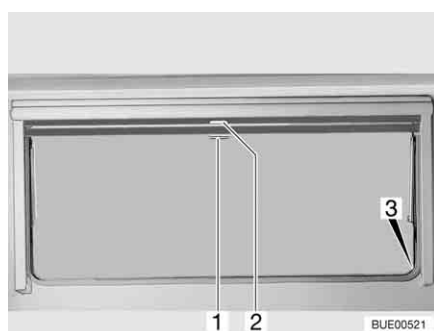

Fig. 52 Finestra apribile
- Tirare verso il basso l'oscurante a rullo accompagnandolo con la maniglia (Fig. 52,2). Quando si chiude completamente l'oscurante a rullo esso va agganciato da entrambi i lati al telaio della finestra nell'apposito elemento di fissaggio (Fig. 52,3).
- Quando l'oscurante a rullo è completamente chiuso: Spingere la maniglia (Fig. 52,2) verso il basso tirandola leggermente verso l'interno. Sganciare l'oscurante a rullo dagli elementi di fissaggio a destra e a sinistra del telaio della finestra.
- Quando l'oscurante a rullo si trova in posizione intermedia: Tirare la maniglia (Fig. 52,2) leggermente verso il basso finché l'elemento di fissaggio non si è sganciato.
- Tirare la maniglia (Fig. 52,1) della zanzariera a rullo verso il basso e agganciarla all'elemento di fissaggio (Fig. 52,3) su entrambi i lati del telaio della finestra.
- Spingere la maniglia (Fig. 52,1) verso il basso tirandola leggermente verso l'interno. Sganciare la zanzariera a rullo dagli elementi di fissaggio a destra e a sinistra del telaio della finestra.